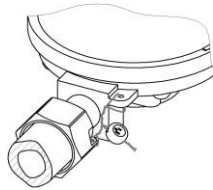

Рисунок 2
5.12.1 Установить счетчик на вертикальном или горизонтальном участке газопровода (рисунок 2). **ВНИМАНИЕ! Направление стрелки на корпусе счетчика должно совпадать с направлением потока газа в газопроводе.** Допускается установка счетчика в любом удобном для потребителя положении, не противоречащем правилам установки и монтажа газового оборудования. Наличие прямых участков до и после счетчика не требуется.